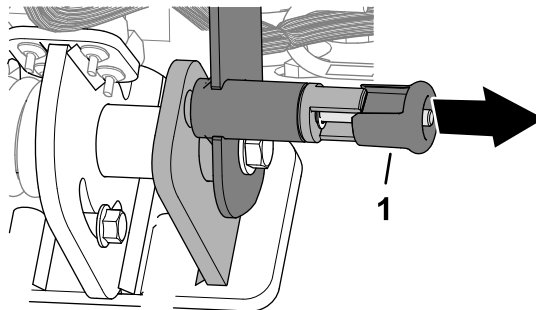

Figure 67
1. Tirez sur le bouton de verrouillage du timon (Figure 67).